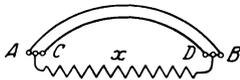

Abb. 23. Abgleichen von Widerständen zu Aufgabe 87.
87. Es soll ein Widerstand von $0,1 [0,2] \Omega$ hergestellt werden. Zu dem Zwecke fertigt man aus 2 [2] Nickelindrähten \overline{AB} und \overline{CD} von $1,6 [2] \text{ mm}$ Durchmesser, welche parallelgeschaltet werden (Abb. 23), einen Widerstand von $0,101 [0,202] \Omega$ an und legt hierzu einen Nebenschluß, der aus einem $0,4 [0,24] \text{ mm}$ dicken Drahte desselben Materials besteht.